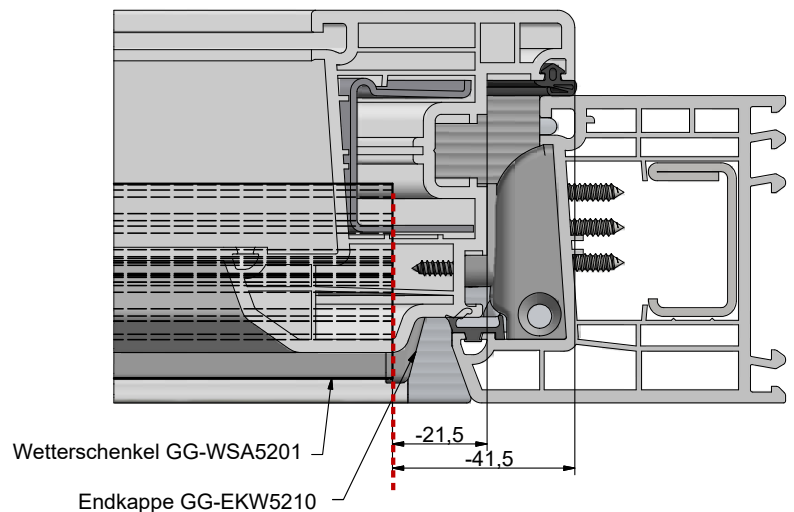

Abb. 17
6. Schrauben Sie die STK-Spitze mit einer Edelstahlschraube 3,5 x 19 mm von der Schließseite her an den Flügel, versiegeln Sie diese vorher mit Silikon. (Abb. 17)